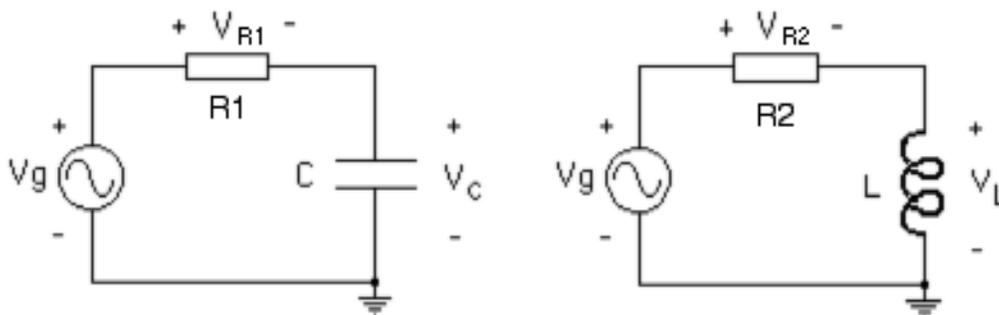

Figura 5.2.- Circuitos RC y RL para medir la constante de tiempo.
- 6.- Realice la simulación en SPICE de los circuitos mostrados en la Figura 5.2 con los valores dados por su profesor y determine el desfase entre el voltaje de la fuente y el del condensador, y entre el del condensador y el de la resistencia en la Figura 5.2.a, y luego entre el voltaje de la fuente y el del inductor, y entre el del inductor y la resistencia en la Figura 5.2.b. Utilice los marcadores diferenciales para definir los puntos de medición de voltaje cuando sea necesario.
14.- Monte el circuito de la Figura 5.2.a con los valores indicados por su profesor y realice la medición del ángulo de desfase  $\alpha$  entre el voltaje de la fuente  $V_g$  y el del condensador  $V_C$ , aplicando la presentación XY y utilizando la Figura de Lissajous básica. Realice también la medición del ángulo de desfase  $\beta$  entre el voltaje en el condensador  $V_C$  y el voltaje en la resistencia  $V_R$ . Recuerde que para realizar esta medición **el osciloscopio debe estar flotando**. Haga un diagrama de las figuras observadas en el osciloscopio o tome las fotos correspondientes.
15.- Monte el circuito de la Figura 5.2.b con los valores indicados por su profesor y realice la medición del ángulo de desfase  $\gamma$  entre el voltaje de la fuente  $V_g$  y el del inductor  $V_L$ , aplicando la presentación XY y utilizando la Figura de Lissajous básica. Realice también la medición del ángulo de desfase  $\delta$  entre el voltaje en el inductor  $V_L$  y el voltaje en la resistencia  $V_R$ . Recuerde que para realizar esta medición **el osciloscopio debe estar flotando**. Haga un diagrama de las figuras observadas en el osciloscopio o tome las fotos correspondientes.